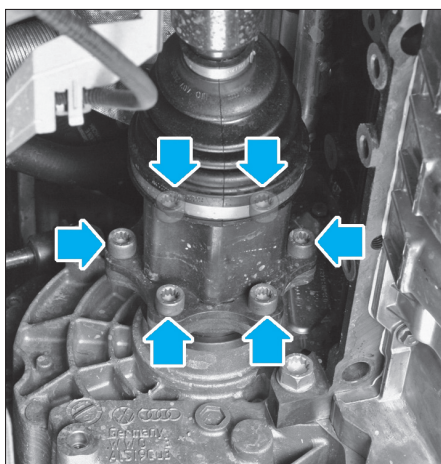

Fig. 2
- Dévisser la transmission de l'arbre de sortie de la boîte de vitesses (Fig.2).